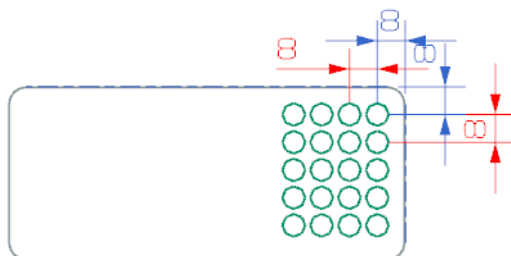

图 11-216 绘制草图
(3) 单击 **确定** 按钮,进入草图设计环境,绘制如图 11-216 所示的裁剪轮廓线。单击“完